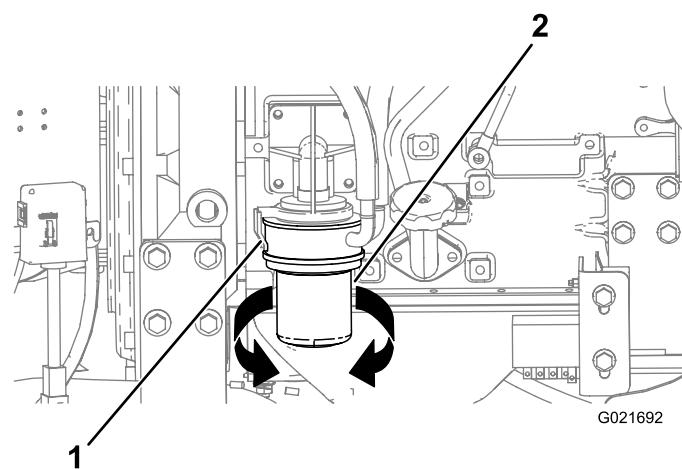

Рисунок 124
3. Установите поддон для слива или несколько отрезков ткани под масляный фильтр и переходник масляного фильтра (Рисунок 124).
4. Поверните масляный фильтр против часовой стрелки и снимите его (Рисунок 124).
- Совместите масляный фильтр с переходником и поверните его по часовой стрелке, пока уплотнение масляного фильтра не войдет в контакт к переходнику (Рисунок 124).
- От руки затяните масляный фильтр еще на 1/2 оборота (Рисунок 124).